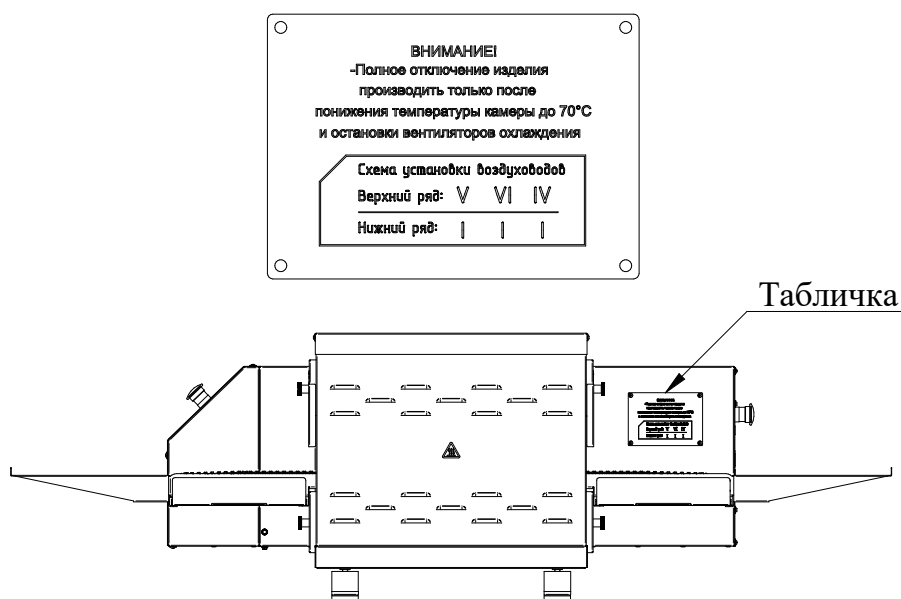

Рис. 13
7. Установить все снятые элементы в обратной последовательности. Заводская схема установки воздуховодов указана на табличке (Рис. 13)